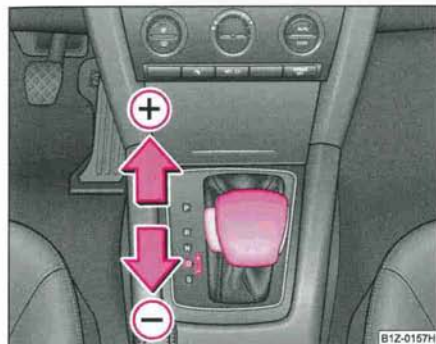

Fig. 141 Sélectionneur:
- Poussez le sélecteur (en position Tiptronic) vers l'avant ⇒ fig. 141 (+).